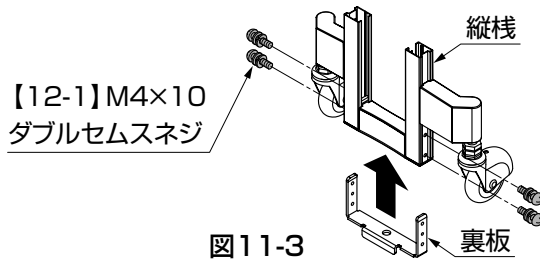

図11-3
- ①裏板を縦棧に【12-1】で組付けてください。(図11-3参照)